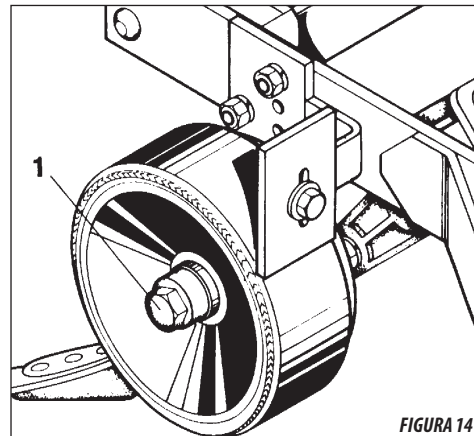

FIGURA 14
- 01 - Retirar a calota item 1 figura 14;